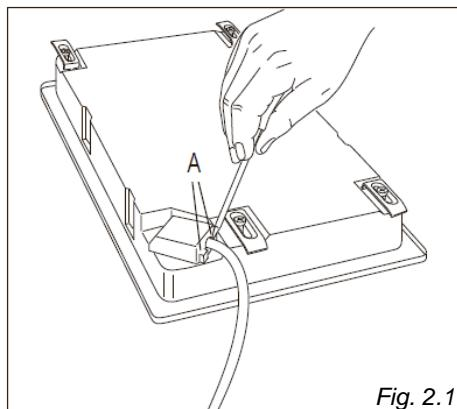

Fig. 2.1
- Capovolgere il piano cottura e sganciare il coperchio della morsettiera inserendo un cacciavite nei due ganci "A" (fig. 2.1).
Per accendere la piastra normale, ruotare la manopola (fig. 2.1) nella posizione desiderata; i numeri da **1** a **6** indicano le posizioni di lavoro con l'aumento della temperatura in base al numero.
La manopola di comando delle piastre rapide è simile a quella di una normale piastra con 6 posizioni di lavoro (fig. 2.1). Le caratteristiche di questa piastra, dotata di limitatore di calore, consentono di: